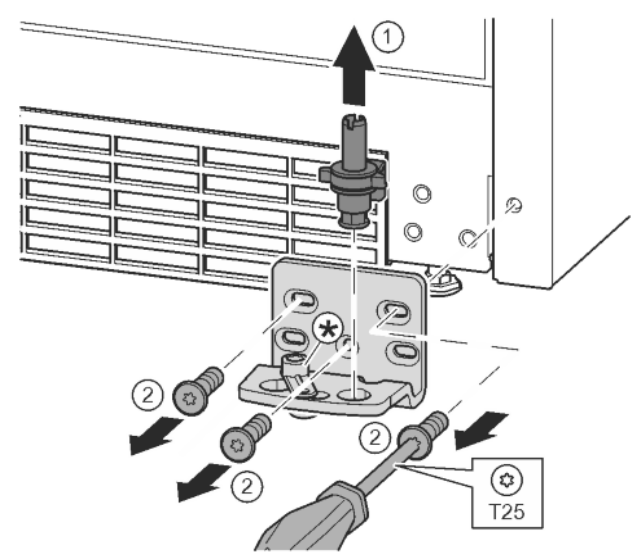

Fig. 11
- ▶ Опорний гвинт цілком витягніть рухом вгору. *Fig. 11 (1)*
- ▶ Викрутіть гвинти за допомогою викрутки T25 та зніміть опорний кронштейн. *Fig. 11 (2)*